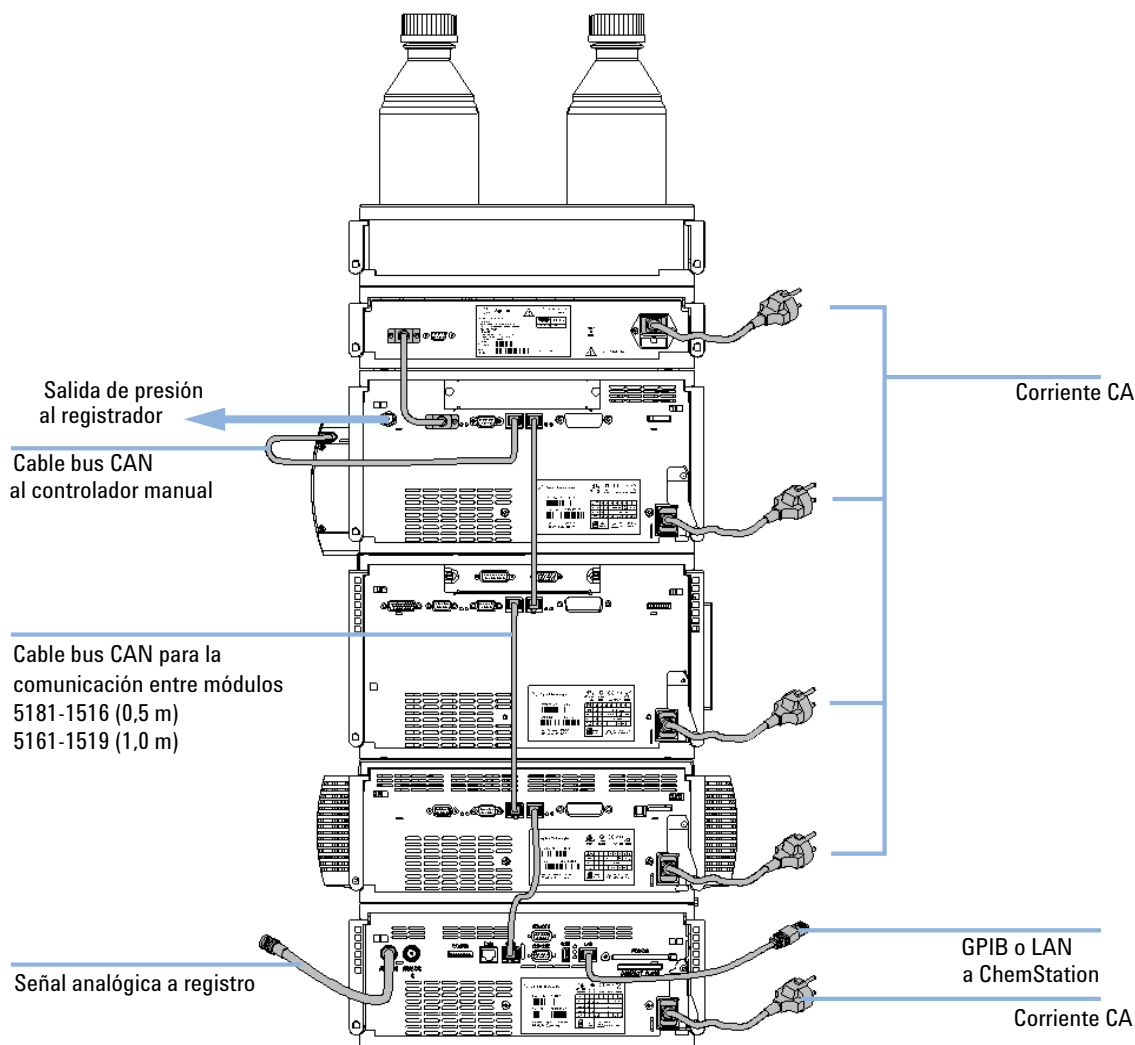

Figura 6 Configuración recomendada de la torre de módulos (vista posterior)
- 4 Conecte el cable CAN al conector CAN del módulo siguiente, consulte Figura 6 en la página 31.
- 4 Conecte el cable APG al conector remoto APG de la bomba; consulte Figura 6 en la página 31.